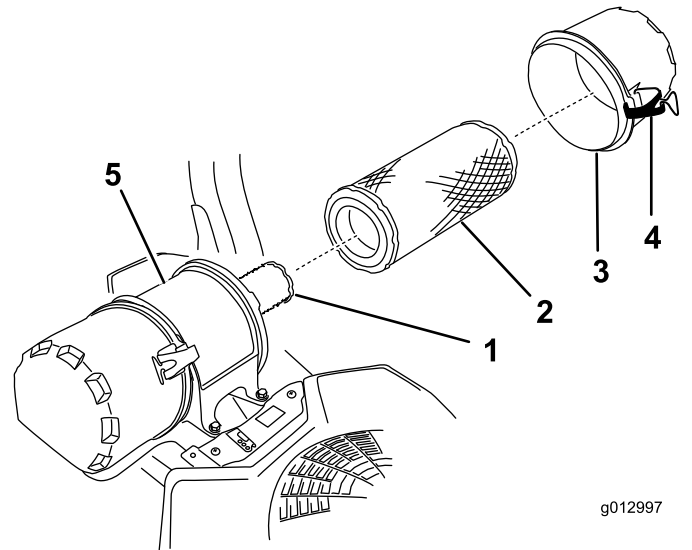

Figure 48
6. Ouvrez les dispositifs de verrouillage du filtre à air et détachez le couvercle du boîtier du filtre (Figure 48).
8. Sortez le préfiltre du boîtier du filtre avec précaution (Figure 48).
- Si vous remplacez l'élément intérieur, insérez-le avec précaution dans le boîtier du filtre (Figure 48).
- Placez ensuite le préfiltre sur l'élément intérieur avec le même soin (Figure 48).
- Remettez en place et verrouillez le couvercle du filtre à air (Figure 48).